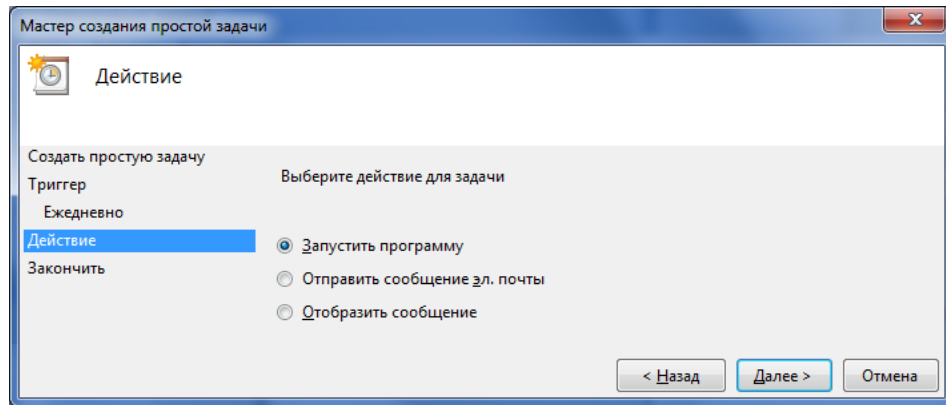

Рисунок 8.33 — Выбор действия
- В следующем окне оставьте установленным флажок *Запустить программу* и нажмите кнопку *Далее* (см. рисунок 8.33).